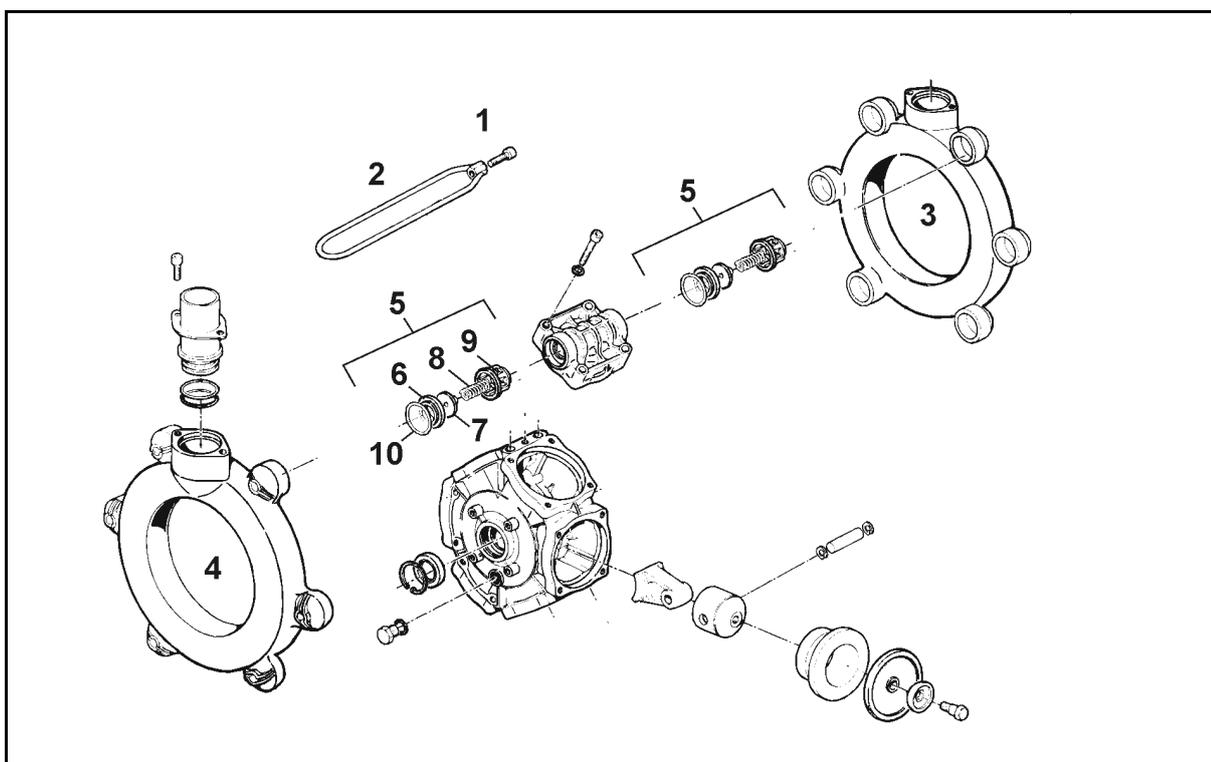

Fig. 158
- Prestar atención a la posición de montaje que ocupan las válvulas en el lado de aspiración y en el de presión, antes de extraer los grupos de válvulas (Fig. 158/5).
- En el ensamblaje, asegurarse de no dañar la guía de la válvula (Fig. 158/9). Los daños pueden provocar bloqueos en las válvulas.
- Es imprescindible apretar los tornillos (Fig. 158/1) en cruz y con el par de apriete indicado. Un apriete inadecuado de los tornillos puede provocar deformaciones y, en consecuencia, falta de estanqueidad.
2. Aflojar los tornillos (Fig. 158/1) y retirar el estribo de sujeción (Fig. 158/2).
3. Retirar el canal de aspiración y el de presión (Fig. 158/3 y Fig. 158/4).
4. Extraer los grupos de válvulas (Fig. 158/5).
5. Comprobar si hay daños o signos de desgaste en el asiento de la válvula (Fig. 158/6), la válvula (Fig. 158/7), el muelle de la válvula (Fig. 158/8) y la guía de la válvula (Fig. 158/9).
6. Retirar la junta tórica (Fig. 158/10).
8. Montar los grupos de válvulas (Fig. 158/5), tras haber concluido la comprobación y la limpieza.
9. Colocar juntas tóricas nuevas (Fig. 158/10).
10. Embridar el canal de aspiración (Fig. 158/3) y el de presión (Fig. 158/4) en la carcasa de la bomba.
11. Apretar tornillos (Fig. 158/1) en cruz y con un par de apriete de **11 Nm**.